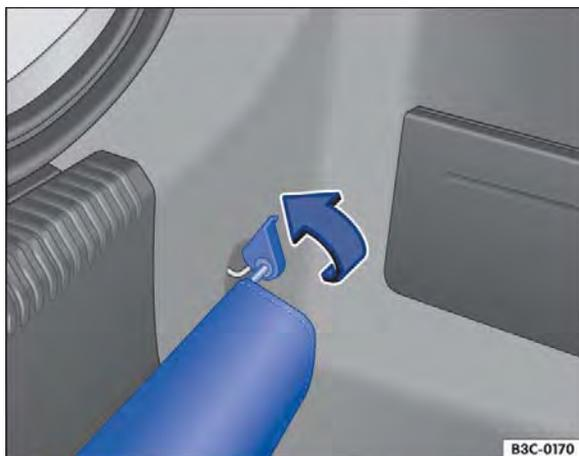

Fig. 107 No compartimento de bagagem: ponto de fixação para o pano de proteção do para-choque traseiro.
- Pressionar o suporte do pano de proteção por baixo sobre os olhais de amarração traseiros à direita e à esquerda ⇒ Fig. 107 (seta). Para isso, possivelmente será necessário aplicar uma força maior.